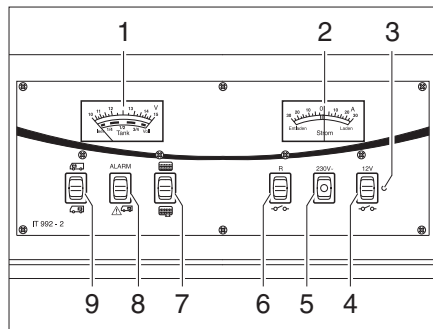

Fig. 169 Panneau de contrôle IT 992
Observer sur l'indicateur de charge/de niveau de réservoir (Fig. 169,1), la graduation supérieure. L'indicateur s'éclaire automatiquement dès qu'un commutateur est actionné.
- Commutateur à bascule (Fig. 169,9) vers le haut "☰" : La tension de la batterie de démarrage est affichée.
- Commutateur à bascule (Fig. 169,9) vers le bas "☷" : La tension de la batterie de cellule est affichée.
Observer sur l'indicateur de charge/de niveau de réservoir (Fig. 169,1) la graduation inférieure. L'indicateur s'éclaire automatiquement dès qu'un commutateur est actionné.
- Commutateur à bascule (Fig. 169,7) vers le haut  : Le niveau du réservoir d'eau est affiché.
- Commutateur à bascule (Fig. 169,7) vers le bas  : Le niveau du réservoir d'eaux usées est affiché.
Le voyant d'alerte rouge ALARME (Fig. 169,8) clignote dès que la charge de la batterie de cellule descend en dessous de 11 V (mesurée en marche) et qu'il y a risque de décharge profonde des batteries.
Cet indicateur (Fig. 169,2) permet de visualiser en permanence le flux de courant actuel de la batterie. L'indicateur s'éclaire automatiquement dès qu'un commutateur est actionné.
L'interrupteur principal 12 V (Fig. 169,4) établit ou coupe le panneau de contrôle et l'alimentation 12 V de la cellule.
Mise en marche : ■ Commutateur à bascule (Fig. 169,4) vers le haut "  " : L'alimentation 12 V de la cellule est assurée. Le voyant de contrôle (Fig. 169,3) s'allume en vert.
Mise hors service : ■ Commutateur à bascule (Fig. 169,4) vers le bas "  " : L'alimentation 12 V de la cellule est coupée. Le voyant de contrôle (Fig. 169,3) s'éteint.
Le voyant de contrôle 12 V (Fig. 169,3) s'allume dès que l'interrupteur principal 12 V (Fig. 169,4) est enclenché.
Le voyant de contrôle jaune 230 V (Fig. 169,5) s'allume si l'arrivée du bloc électrique est sous tension de réseau.
Mise en service : ■ Pousser le commutateur à bascule (Fig. 169,6) vers le haut: le circulateur est mis en service.
Mise hors service : ■ Pousser le commutateur à bascule (Fig. 169,6) vers le bas "  " : le circulateur est désactivé.